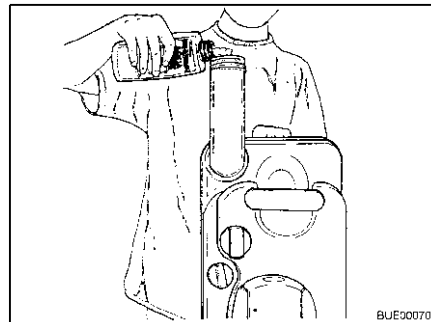

Fig. 255 Remplir de liquide pour sanitaires
- Remplir le réservoir pour matières fécales de la quantité indiquée de liquide pour sanitaires (Fig. 255).